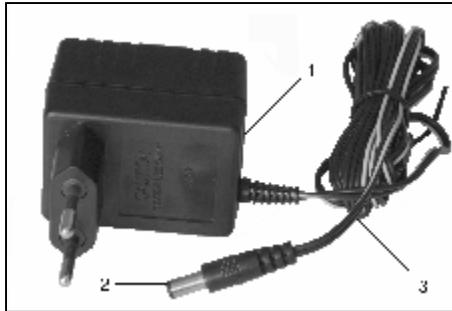
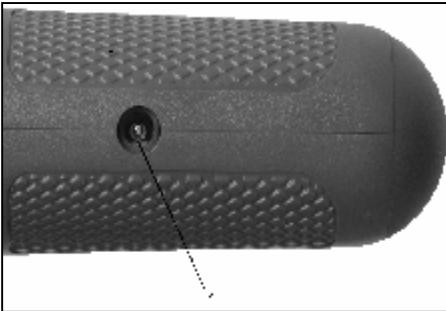

Рис.4
Рис.5
- Вставьте штекер (2) зарядного устройства (1, смотри Рис.4) в гнездо (1, смотри Рис.5) отвёртки.